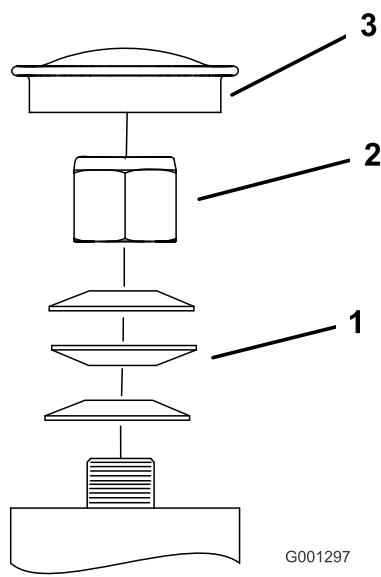

Figura 40
3. Retire el tapón anti-polvo de la rueda giratoria y apriete la contratuerca (Figura 40).
4. Apriete la contratuerca hasta que las arandelas de muelle estén planas, luego afloje 1/4 de vuelta para establecer la pre-carga correcta de los cojinetes (Figura 40).
**Importante:** Asegúrese de que las arandelas de muelle están correctamente instaladas, según muestra Figura 40.
5. Coloque el tapón anti-polvo (Figura 40).